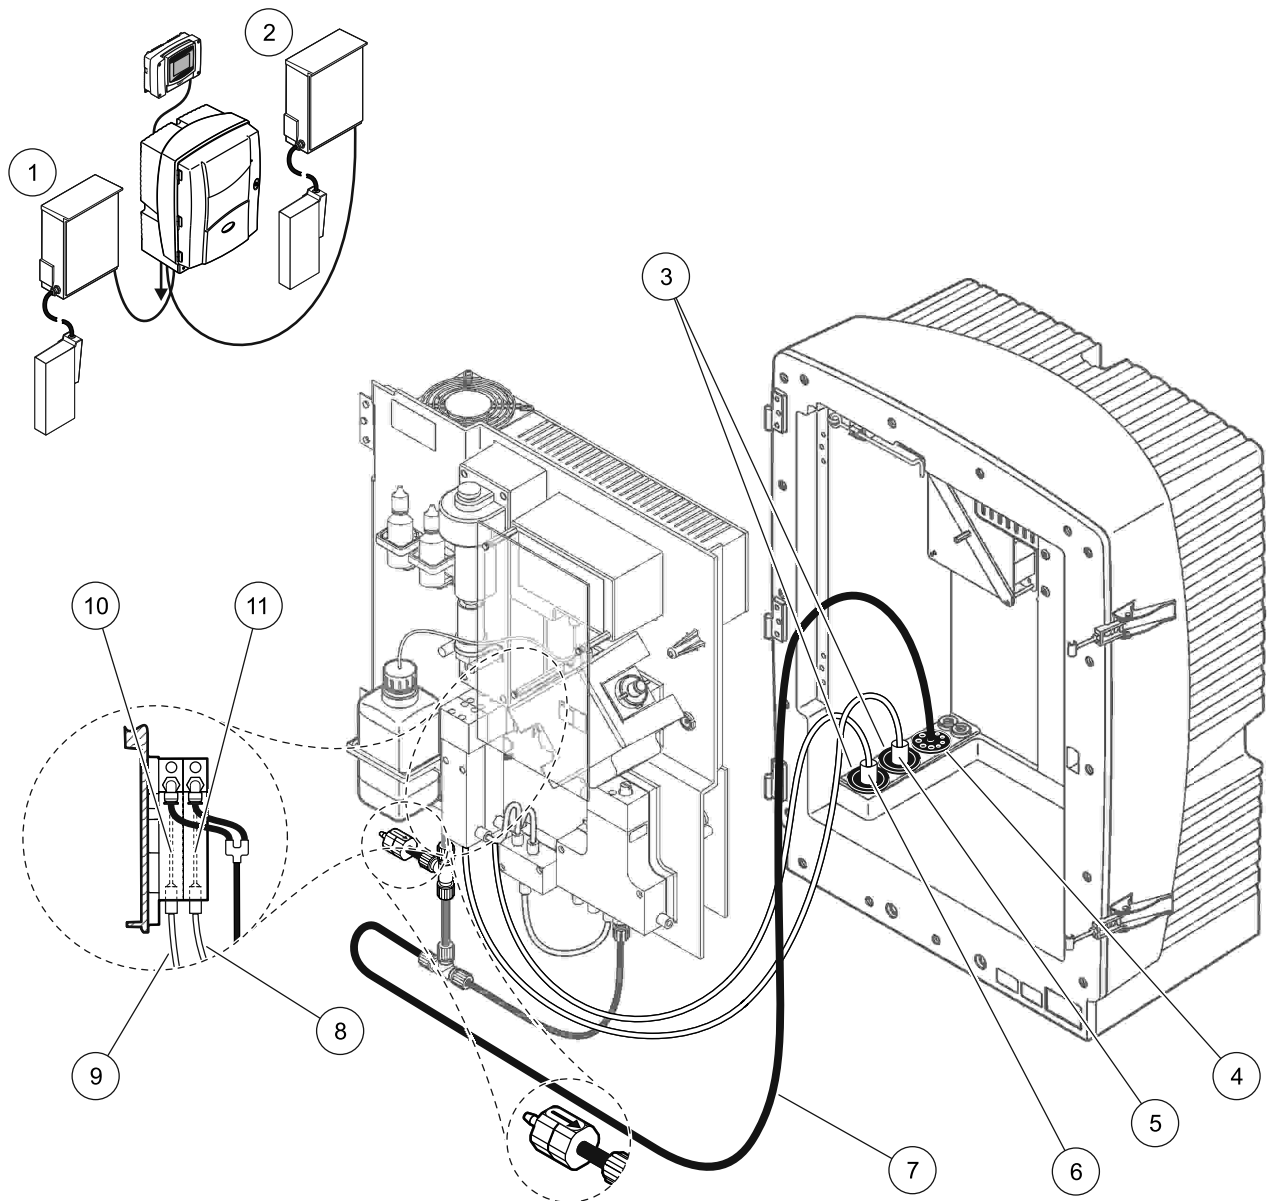

Figure 38 Configuration d'option 9a
Voir Figure 38 à la page 103 et les instructions ci-dessous pour l'option 6:
2. Faites passer le tuyau chauffé du FILTRAX 1 par l'analyseur (Figure 38 à la page 103, élément 6). Utilisez le bouchon d'obturation No. 1 pour fixer le tout.